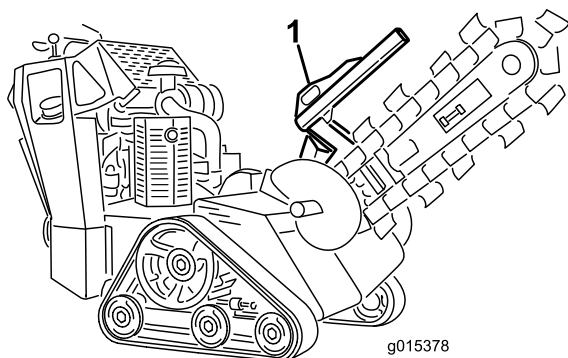
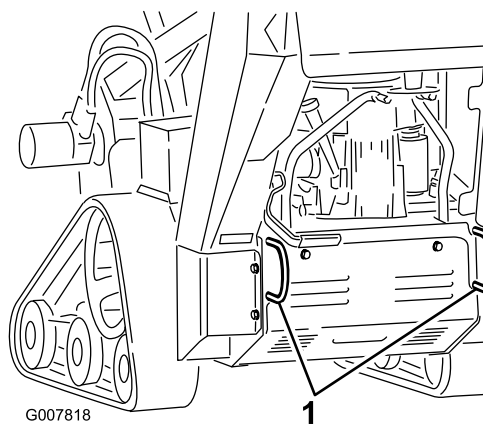

Figure 19
Figure 20
3. Pour arrimer la machine sur la remorque, passez des chaînes ou des sangles dans les points d'attache/de levage situés à l'avant et à l'arrière de la machine (Figure 19 et Figure 20). Reportez-vous aux ordonnances locales concernant les exigences d'arrimage et de remorquage.
Vous pouvez soulever la machine en vous servant des points d'attache/de levage (Figure 19 et Figure 20).